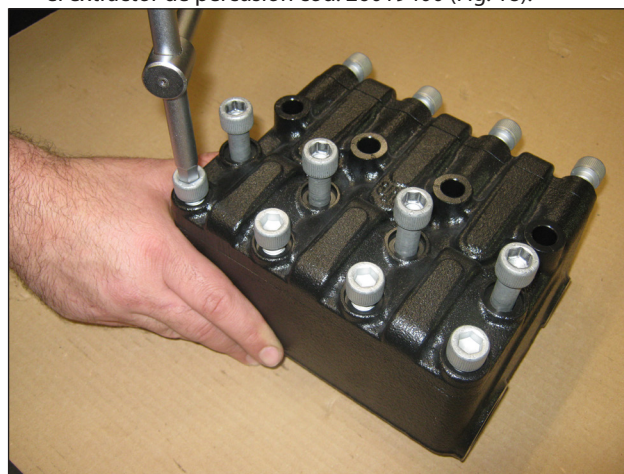
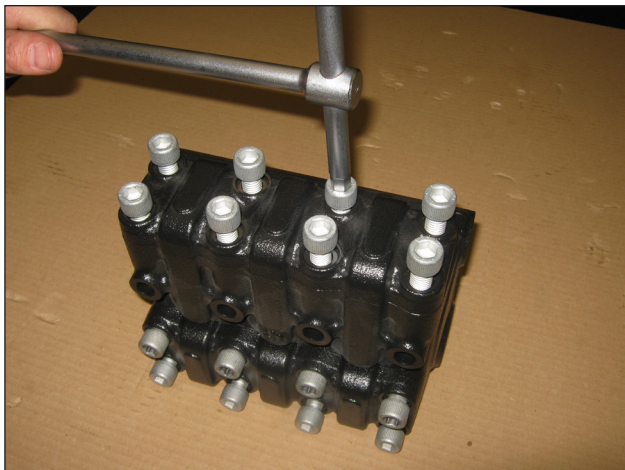

Fig. 16
Fig. 17
- Desenroscar los 4 tornillos M12x130 (M12x190 en SW64), los 4 tornillos M12x45 de fijación de la tapa de válvulas de aspiración y los 8 tornillos M12x35 de fijación de la tapa de las válvulas de envío (Fig. 16 y Fig. 17).